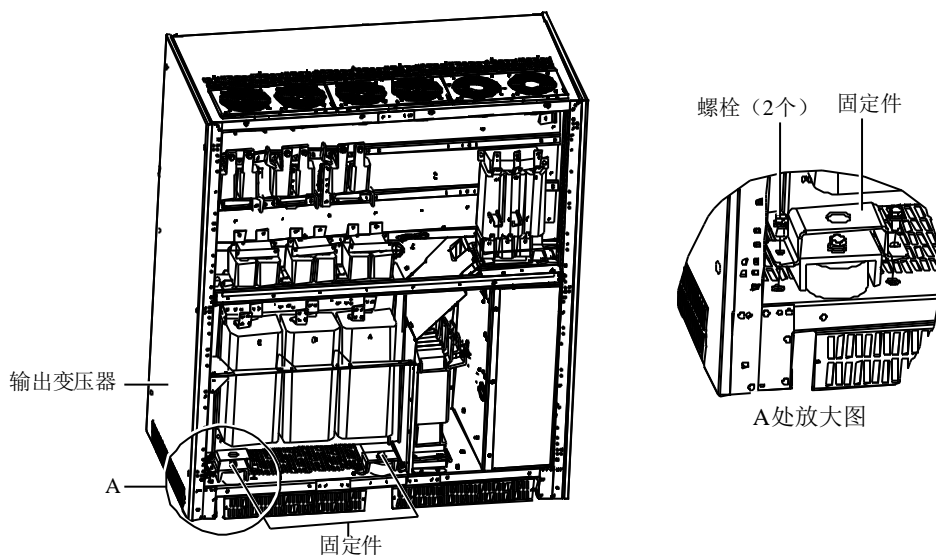

图12 拆除后面 2 个固定件
2. 取下主柜后门板，露出输出变压器，拆除输出变压器后面 2 个固定件，如图 12 所示。